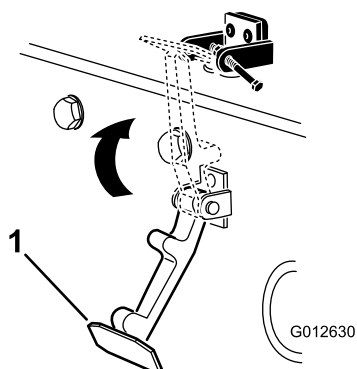

Figura 9
7. Prindeți clichetul capotei pe suportul clichetului capotei (Figura 9).